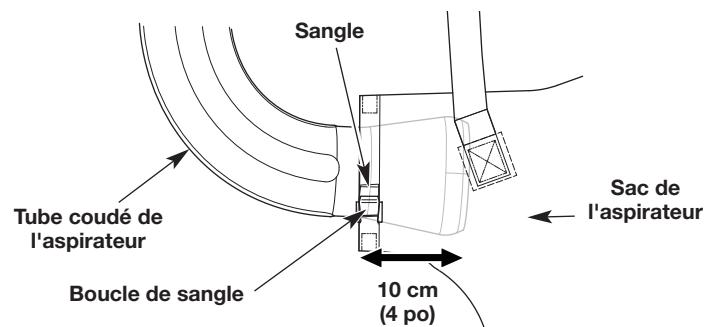

Fig. 7
4. Insérer l'extrémité évasée du tube coudé de l'aspirateur d'environ 10 cm (4 po) dans le sac de l'aspirateur (Fig. 7).
2. Soulevez la boucle pour desserrer la sangle (Fig. 7).
3. Enlevez le tube coudé de l'aspirateur du sac (Fig. 7).